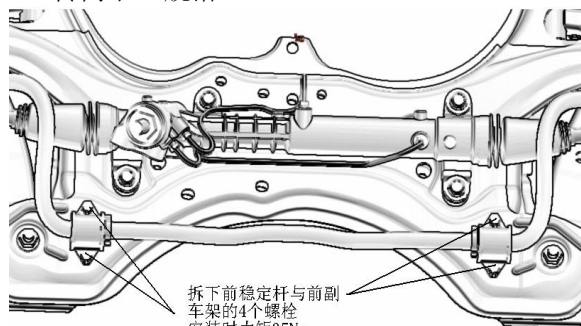

图 1-14
- (1) 下摆臂总成的拆卸
- ① 旋转转向盘以便移动相应前轮至最小侧位置。
- ② 如图 1-14 所示，从球头螺柱上拆卸开口销。